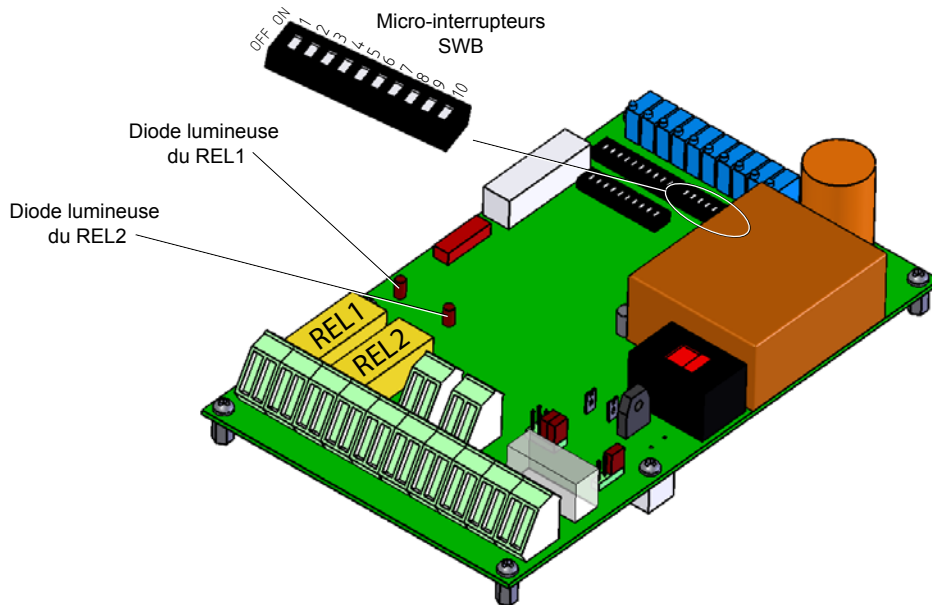

Figure 3–3 Emplacement des diodes des relais REL1 et REL2
2. Ajuster le potentiomètre P9 pour obtenir  $U_{O/P\ level2}$  avec une précision de  $\pm 20$  mV. La figure 3–1 montre où se situent les potentiomètres P1 à P10.
3. Tourner le potentiomètre P5 jusqu’à ce que la diode lumineuse du relais REL2 s’allume. La figure 3–3 donne l’emplacement de cette diode lumineuse.